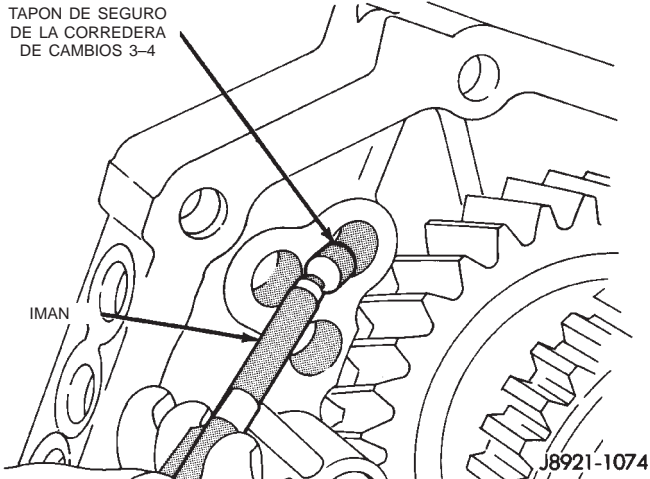

Fig. 88 Instalación del tapón de seguro de la corredera de cambios 3-4
- (17) Instale el pasador de seguro de la corredera de cambios de 3-4 en la placa intermedia (Fig. 88).